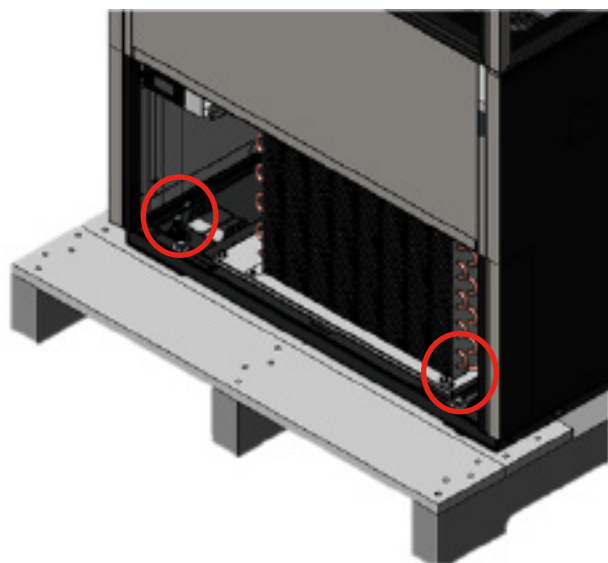

Рис. 2. Выкрутить болты крепления к подставке спереди и сзади.
2. С помощью разводного ключа снять все транспортировочные болты, которыми деревянная подставка крепится к днищу устройства. См. рис. 2.